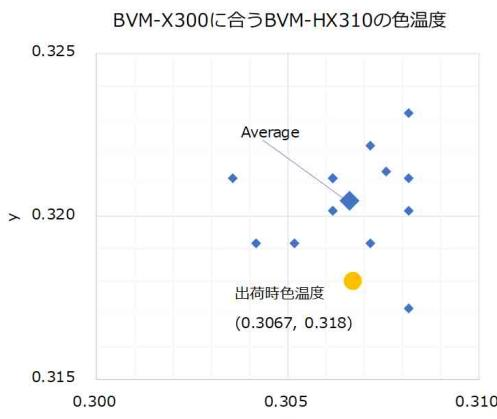

図2 カラーマッチング実験結果
- 出荷設定のターゲット色温度は、ばらつきの中心にはなく、多くのユーザーにとって適切な設定ではない可能性が高い (図 2 参照)